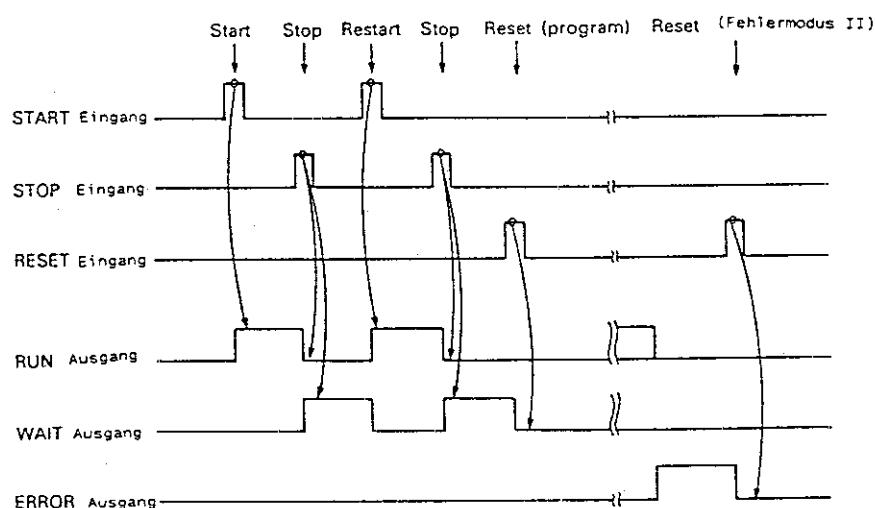

Abbildung 5.3.5 Zeitverhalten anwenderspezifischer Ein-/Ausgänge
- (3) Von den anwendungsgebundenen Ausgängen werden die Signale ausgegeben, die der Betriebsbedingung des Roboters entsprechen (RUN-, WAIT- und ERROR-Ausgaben). Diese Signale werden in jeder Einstellung ausgegeben, ob bei externem Betrieb oder Betriebsmodus durch vordere Kontrollschatler. Abbildung 5.3.5 zeigt das Zeitverhalten anwenderspezifischer Ein-/Ausgänge.